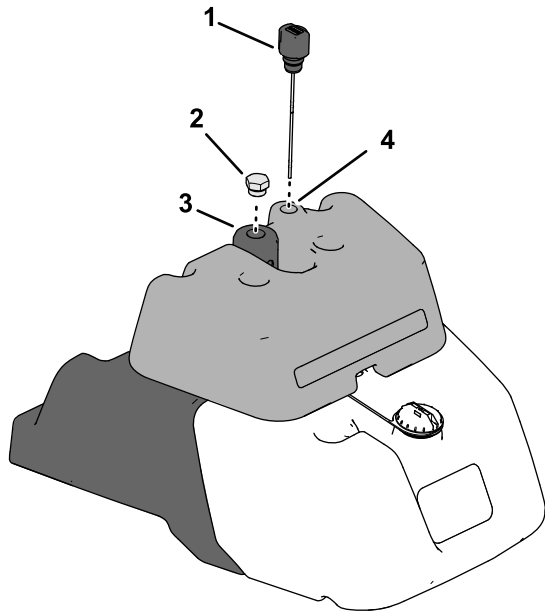

Figura 44
2. Compruebe el nivel del fluido hidráulico colocando la varilla del sistema hidráulico en la parte superior del depósito del detector de fugas (Figura 44).